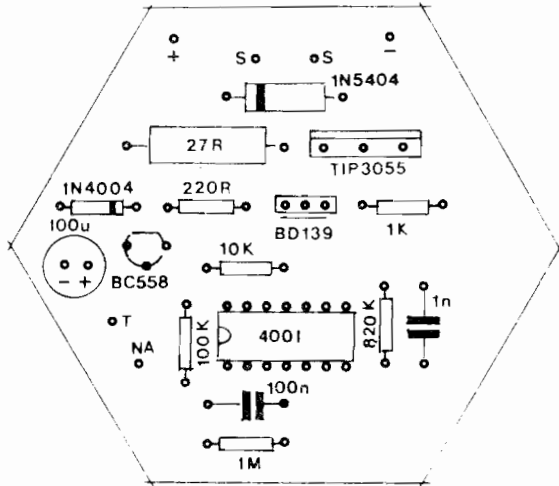

Fig.3
- FIG. 3 - "CHAPEADO" DA MONTAGEM - Na figura anterior, o padrão de ilhas e pistas cobreadas, em tamanho natural, era visto nas áreas negras do diagrama... Agora, vemos o "outro" lado da placa, não cobreado (a "sombra" das áreas cobreadas aparece, nitidamente, para facilitar e referenciar uma conferência das ligações...), com **todos** os componentes do circuito (menos o transdutor, **twceter** do projetor...) devidamente posicionados... Os maiores cuidados - como sempre - devem ser dedicados à correta colocação das peças **polarizadas**, com o Integrado tendo sua extre-